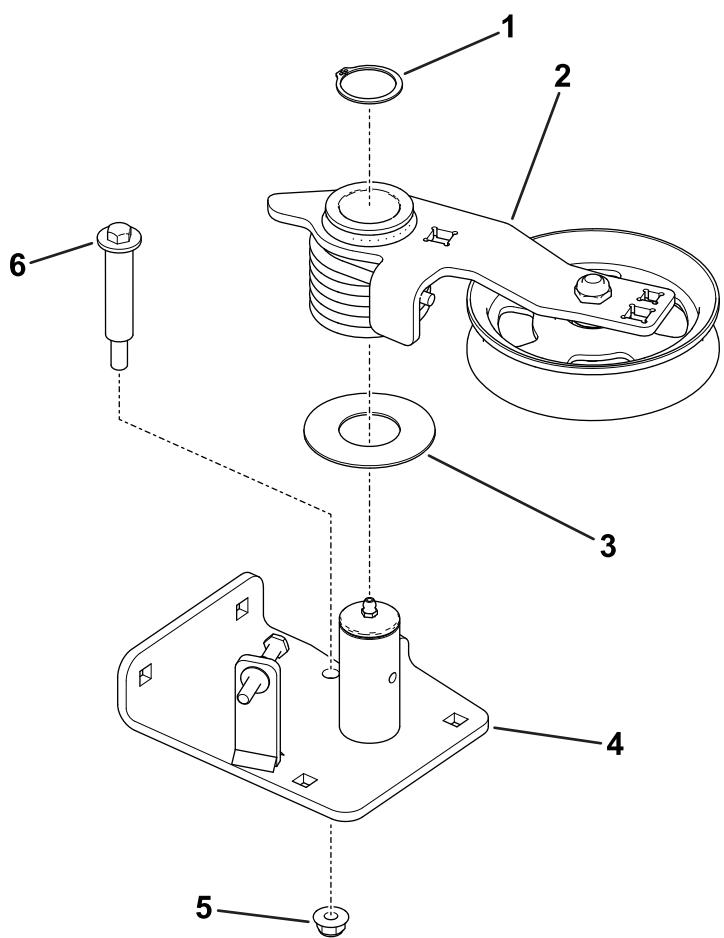

図 4
5. アイドラー・ピボットプレートからショルダーボルトを取り外し、アイドラスプリングの張力を緩める(図 4)。
6. アイドラー・アームをアイドラー・ピボットに固定している止めリングを取り外す(図 4)。